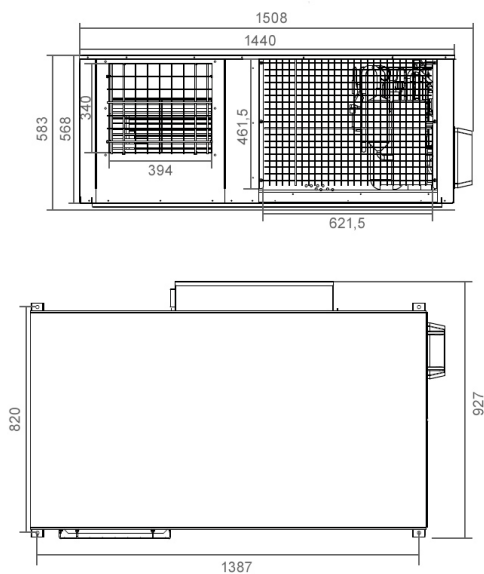

Fig. 3-1 Dimension de l'unité de climatisation
- 1) La Fig.3-1 s'applique aux modèles GIA-CEN-10KOMP, GIA-CEN-14KOMP, GIA-CEN-16KOMP